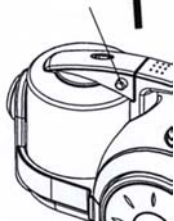

Figure 14
3. Enfoncez le bouton de relâche du couvercle du sac à poussière et retirez-le. (Fig. 14)